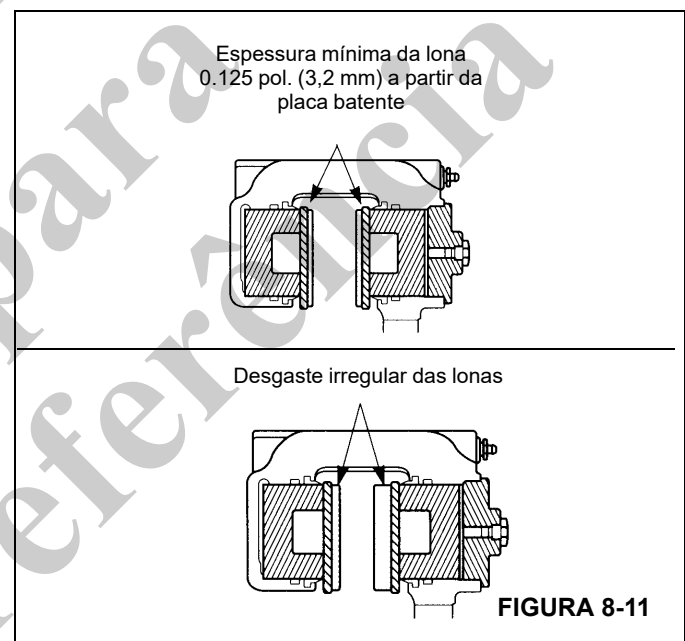

FIGURA 8-11
- Desgaste das lonas. Substitua as lonas quando a sua espessura for inferior a 0,125 pol. (3,2 mm) a partir da placa traseira (Figura 8-11).
- Desgaste irregular das lonas. Substitua as lonas se a espessura das duas lonas for significativamente diferente. Verifique se os pistões estão operando corretamente. Substitua o pistão e/ou a carcaça se um pistão ficar preso no furo. Verifique se a superfície do disco está plana e paralela às lonas (Figura 8-11).